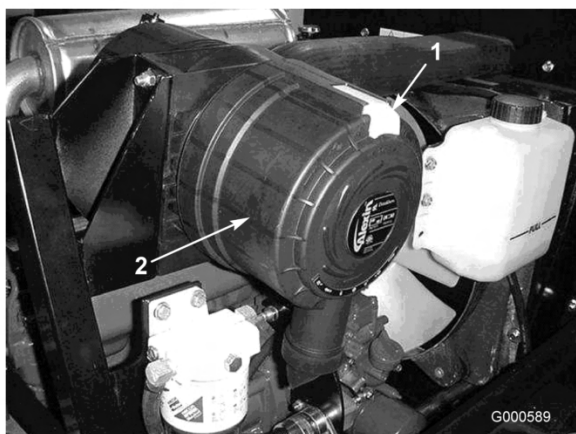

Figura 29
1. Tire hacia fuera del enganche y gire la tapa del limpiador de aire en el sentido contrario a las agujas del reloj (Figura 29).